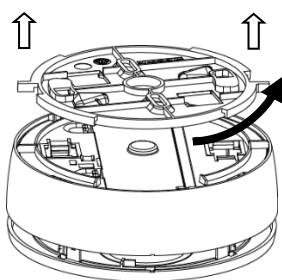

Figura 6
2. Retire el soporte de montaje del detector girando el soporte de montaje en sentido antihorario y luego levantándolo (*ver la Figura 6*).